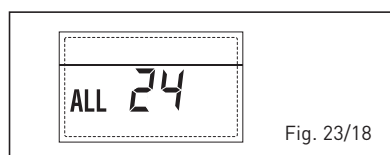

Fig. 23/18
– **ANOMALÍA DE LA Sonda DEL HERVIDOR SOLAR (S2) “AL 25”** (fig. 23/19)